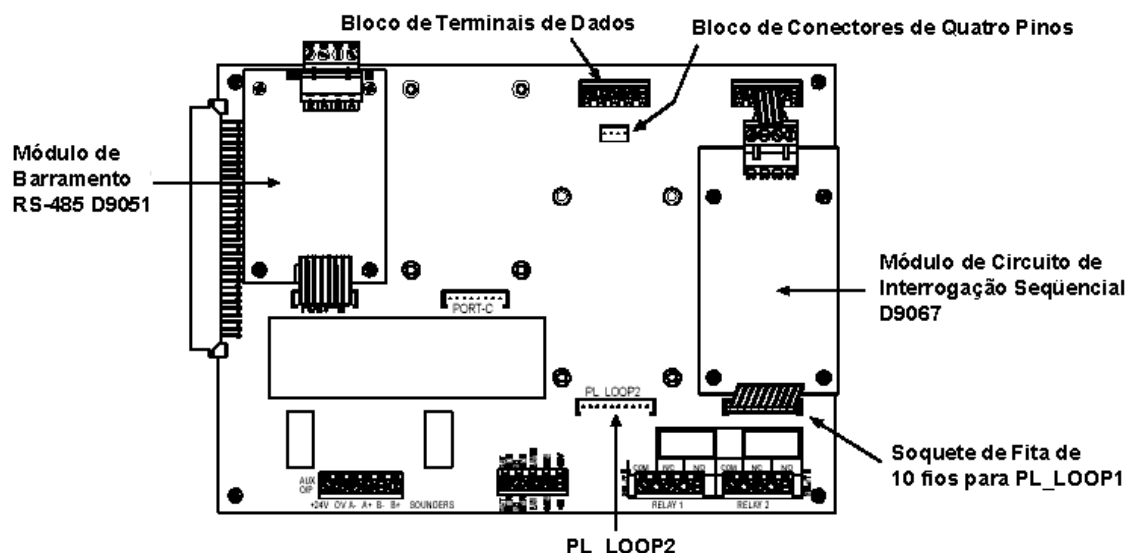

Figura 5: Instalação do D9067
1) Montar o Módulo de Circuito de Interrogação Seqüencial D9067 no Módulo de Controle D8024 usando o hardware fornecido com o D9067. Iniciar pelo lado direito da placa no slot etiquetado como **PL\_LOOP1**. Ver Figura 5.